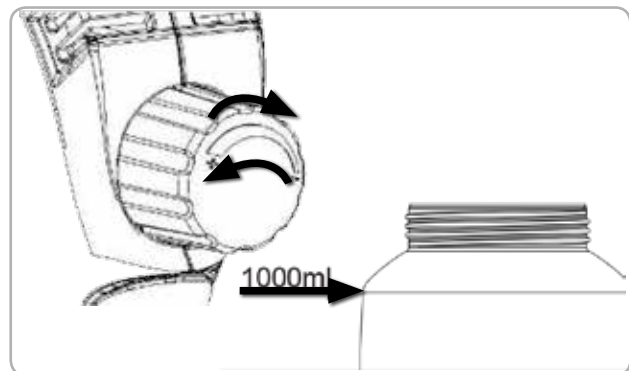

Fig.11
- Umpleți rezervorul cu vopsea corect diluată Fig 11
- Reglați cantitatea de material cu ajutorul butonului până când obțineți un volum de vopsea optim. Pentru a scădea cantitatea de vopsea pulverizată rotiți în sensul acelor de ceasornic și în sens invers pentru a o crește . Fig 11